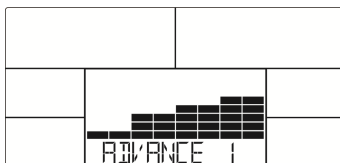

FIG. 15
2. Appuyez sur UP ou DOWN (encodeur) pour sélectionner les modes avancés 1 à 4 (Figure 15) et appuyez sur MODE/ENTER pour confirmer votre choix.